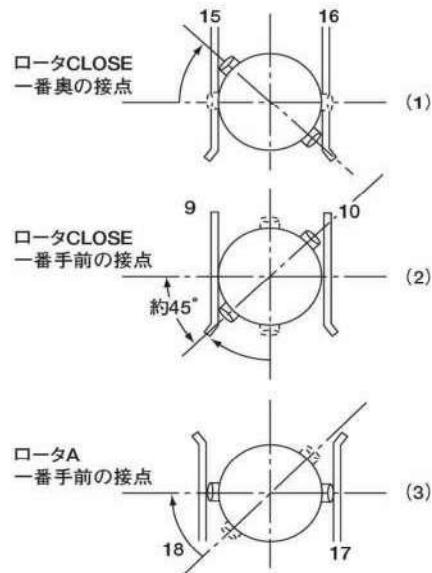

図5.2.8
- ロータ“CLOSE”的モータ回路用接点(端子符号15-16)を、図5.2.8(1)のように、接点がOFFになるところ(約45°)に位置決めします。(見にくければ、同じロータの最も手前の接点(符号9-10)がONになるとこに位置決めしても等価となります。(図5.2.8(2)))
- ロータAの接点は、図5.2.8(3)のようにONになった位置で止めます。